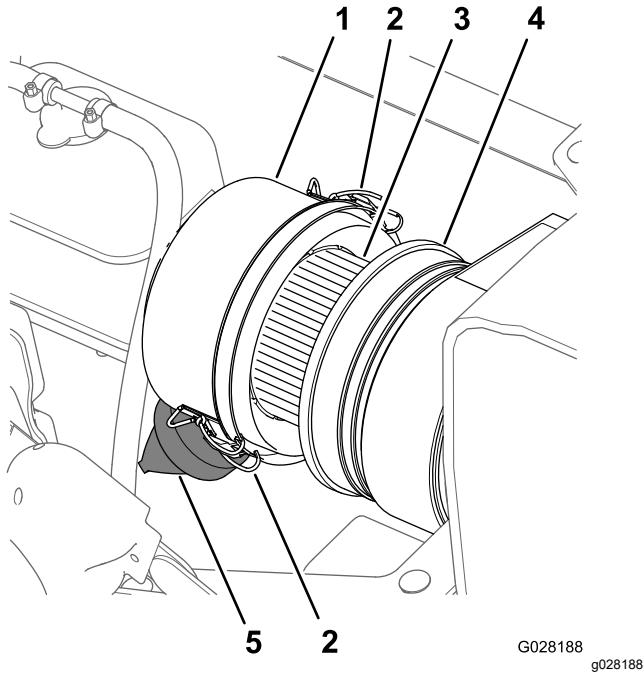
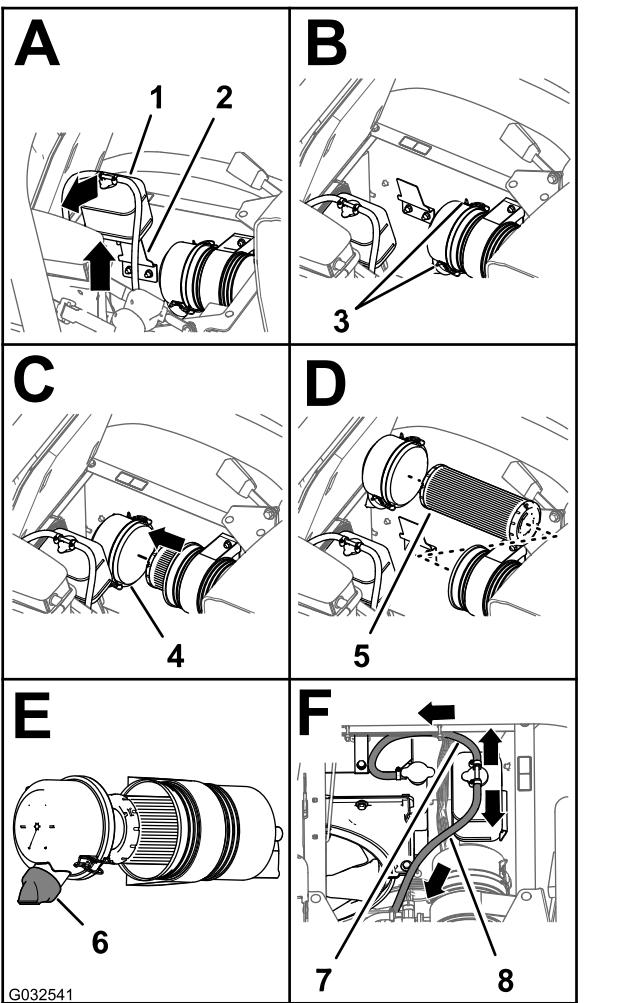

Bild 76
Bild 77
3. Reinigen Sie den Staubdeckel und das Luftfiltergehäuse (Bild 76).
4. Prüfen Sie das Gehäuse des Luftfilters auf Schäden, die eventuell zu einem Luftleck führen könnten (Bild 76).
5. Drücken Sie das Staubventil zusammen, um Schmutz, Staub und Rückstände zu entfernen (Bild 76).
7. Überprüfen Sie den Luftfiltereinsatz auf starke Staub, Schmutz- oder Rückstandsansammlungen (Bild 76).
8. Setzen Sie den Staubdeckel auf das Luftfiltergehäuse und befestigen den Deckel mit den zwei Riegeln (Bild 76).
2. Reinigen Sie den Staubdeckel und das Luftfiltergehäuse (Bild 76).
3. Heben Sie den Kühlmittelüberlaufbehälter hoch und von der Behälterstützhalterung ab (Bild 77).
4. Lösen Sie die zwei Riegel, mit denen der Staubdeckel am Luftfiltergehäuse befestigt ist (Bild 77).
6. Wischen Sie die Innenseite des Staubdeckels, des Luftfiltergehäuses und des Staubventils mit einem feuchten Lappen ab (Bild 76 und Bild 77).
7. Setzen Sie den neuen Luftfiltereinsatz in das Luftfiltergehäuse ein (Bild 77).
8. Setzen Sie die Abdeckung auf das Luftfiltergehäuse und befestigen die Abdeckung mit den zwei Riegeln (Bild 77).
Hinweis: Stellen Sie sicher, dass das Staubventil zwischen der 5-Uhr- und 7-Uhr-Stellung ist (aus Sicht vom Ende) (Bild 77).
9. Flchten Sie den Kühlmittelüberlaufbehälter mit der Behälterstützhalterung aus und setzen den Behälter fest ein (Bild 77).
Wichtig: Stellen Sie sicher, dass der Druckbegrenzungsschlauch nach vorne und unten und der Behälterentlüftungsschlauch nach hinten verlegt ist, wie in Bild 77 abgebildet.